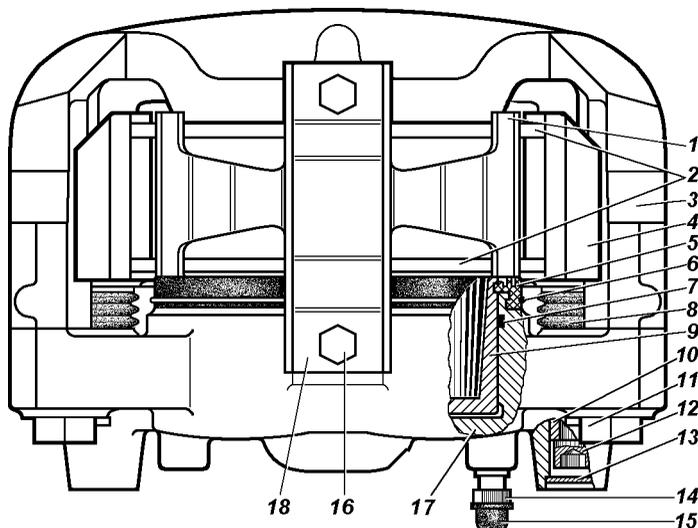

Рис. 9.32. Передние дисковые тормоза:
**Дисковые тормозные механизмы передних колес.** Для осмотра тормозных колодок 2 (рис. 9.32) установите автомобиль на горизонтальной площадке, затормозите стояночным тормозом и снимите колесо. Осмотр колодок проводите через окно в суппорте 4. Если фрикционные накладки износились до толщины 1,5-2,0 мм, то замените колодки новыми. Замену производите на обоих передних колесах.